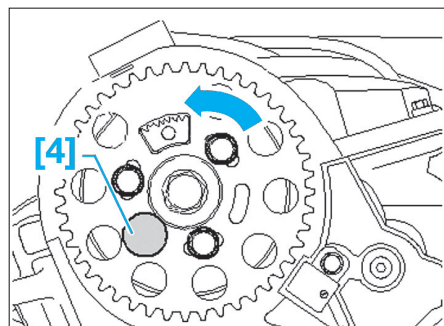

Fig. 14
- Tourner le pignon d'arbre à cames jusqu'en butée dans ses trous oblongs dans le sens inverse d'horloge, sens de la (flèche) (Fig.14).